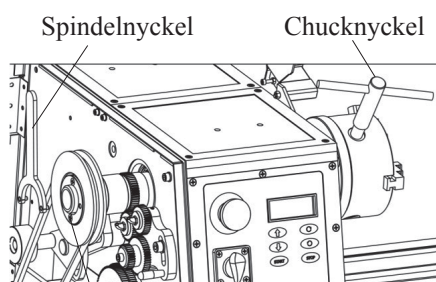

Bild 35
4. Lossa spindellåsningsmuttern 1 varv (moturs). (se bild 35)